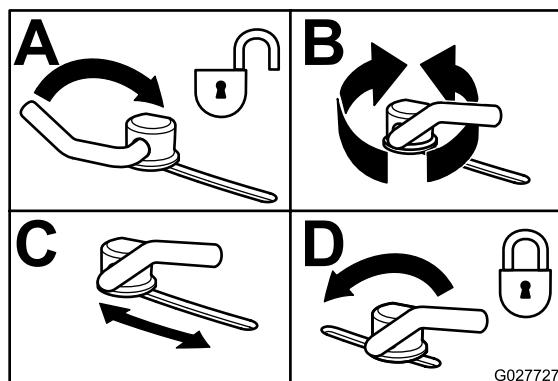

Figura 33
- Para ajustar os bloqueios do excêntrico, rode a alavanca para cima para libertar o bloqueio do excêntrico (Figura 33).
- Rode novamente a alavanca para apertar o abafador e os bloqueios do excêntrico (Figura 33).